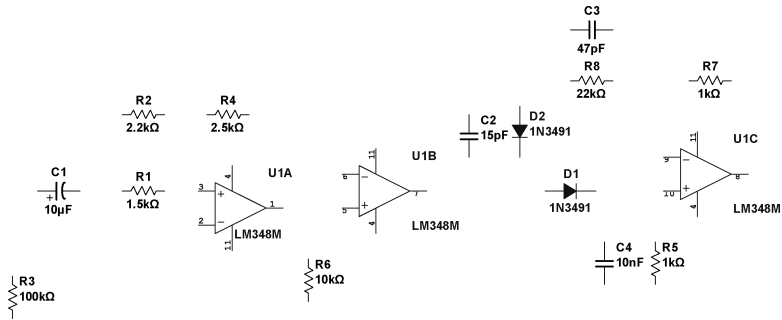

图 5-85 元器件布局
9) 元器件放置完成后，需要进行适当调整，将它们分别排列在原理图中最恰当的位置，如图 5-85 所示。